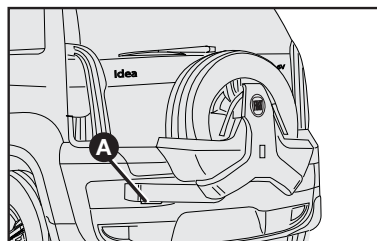

fig. 6
- accione la traba de seguridad del soporte **A**-fig. 6 hacia arriba.